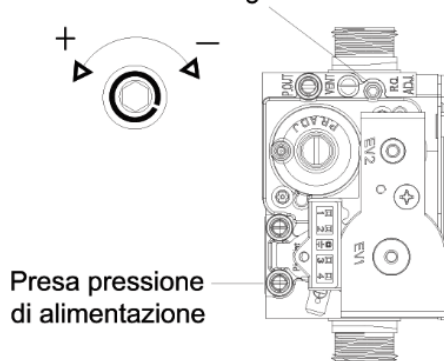

Fig. 26
- 3- Misurare il livello di CO₂ (vedi tabella dei valori di CO₂) e regolare se necessario agendo sul regolatore della valvola gas (fig. 26).